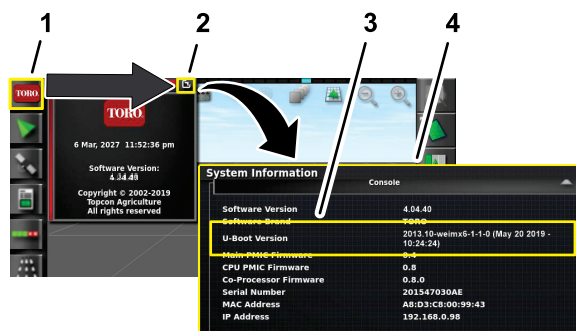

Figura 18
2. Pulse el icono Información del sistema (Toro) en la esquina superior izquierda de la pantalla (Figura 18).
3. En la ventana de información de sistema, pulse el icono de pantalla completa (Figura 18).
4. En la ventana de información del sistema, mire la información de la VERSIÓN DE U-BOOT (Figura 18).